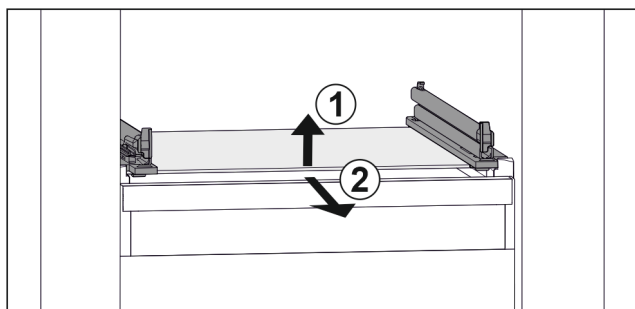

Fig. 50 Stikla plaukta piemēra attēlojums
- Paceliet stikla plauktu no priekšas. Fig. 50 (1)
- Izņemiet stikla plauktu virzienā uz priekšu. Fig. 50 (2)